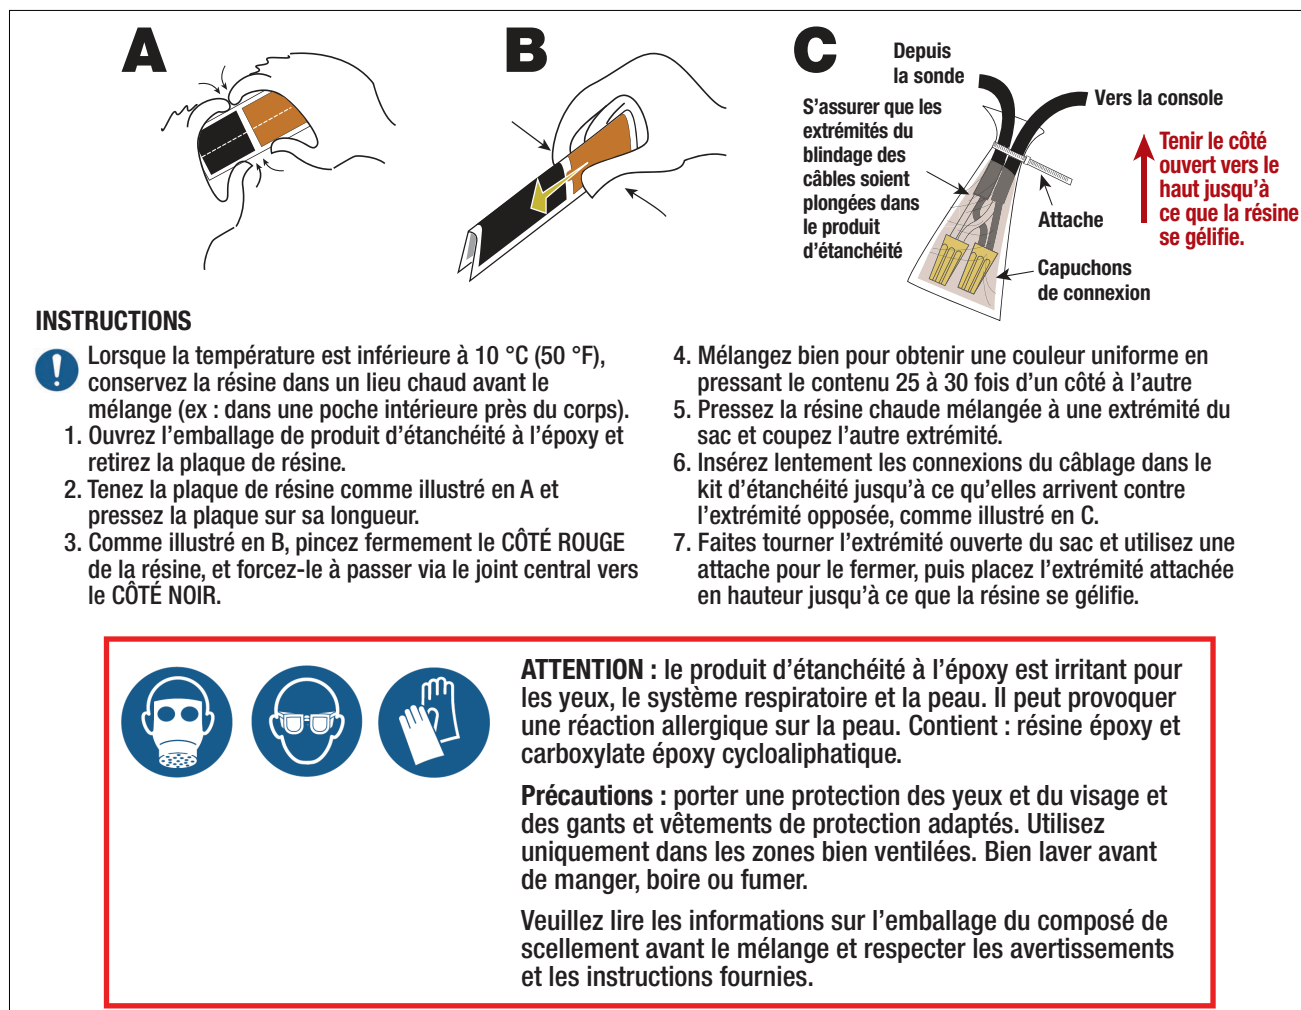

Figure 16. Étanchéité à l'époxy des connexions de terrain de la sonde Mag Plus
3. Assurez l'étanchéité des écrous de câblage avec un produit d'étanchéité à l'époxy conformément aux instructions de la Figure 16.
Certaines installations de sondes câblées soumises à des niveaux élevés d'interférences électriques peuvent nécessiter l'installation de la protection du circuit I.S. double canal entre la sonde et la console TLS. La protection du circuit I.S. remplace alors le boîtier de raccordement résistant aux intempéries et les connexions étanchéifiées à l'époxy décrites à la Figure 16.